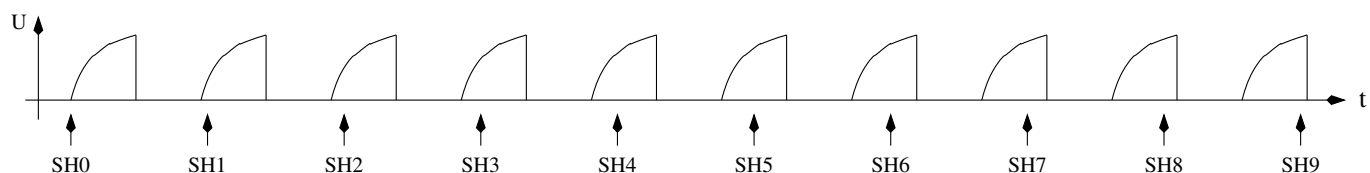

Рис. 5.30. Сканирование сигналов напряжения с помощью метода выборки
Радиолюбитель Пиетер-Тжерк (ПАЗФЩМ) интегрировал возможность измерений очень малых значений ёмкости (< 100 пФ) методом выборки. Период преобразования АЦП на самом деле слишком длительный для непосредственного отбора быстро изменяющегося сигнала. Но напряжение входного сигнала удерживается заданное время цикла преобразования, во время (SH) выборки и удержания. АЦП требует 13 тактов для полного преобразования, а такты АЦП задаются путем деления частоты процессора на 128 или 64. Входное напряжение АЦП фиксируется точно 1,5 такта для непрерывных циклов измерений. Если входной сигнал может быть сгенерирован снова и снова, мы можем сдвинуть время выборки АЦП от предыдущего к следующему повторению сигнала, чтобы получить последовательность выборок быстро изменяющегося сигнала. Обычный цикл АЦП занимает $13 \times 64 = 832$ тактов с тактовой частотой 8 МГц. Если мы повторяем входной сигнал с тактовым импульсом 831, то при непрерывном АЦП (режим свободного запуска), каждый последующий раз напряжение сигнала будет считываться на один такт позже чем предыдущий. Мы должны убедиться, что с помощью этого метода первая выборка сигнала АЦП будет выполняться в указанное время. Время следующих измерений АЦП будет сдвинуто на один тактовый импульс процессора позднее при каждом последующем повторении сигнала. Если сигнал можно точно повторить, то объединенный сигнал многих периодов будет таким же, как дискретизация и преобразование непосредственно с помощью АЦП, работающего с тактовым сигналом процессора 8 МГц. Рисунок 5.30 показывает принцип выборки десятикратно повторяющегося сигнала для получения десяти выборок (SH0 - SH9). В действительности относительный временной сдвиг последовательных выборок намного меньше.